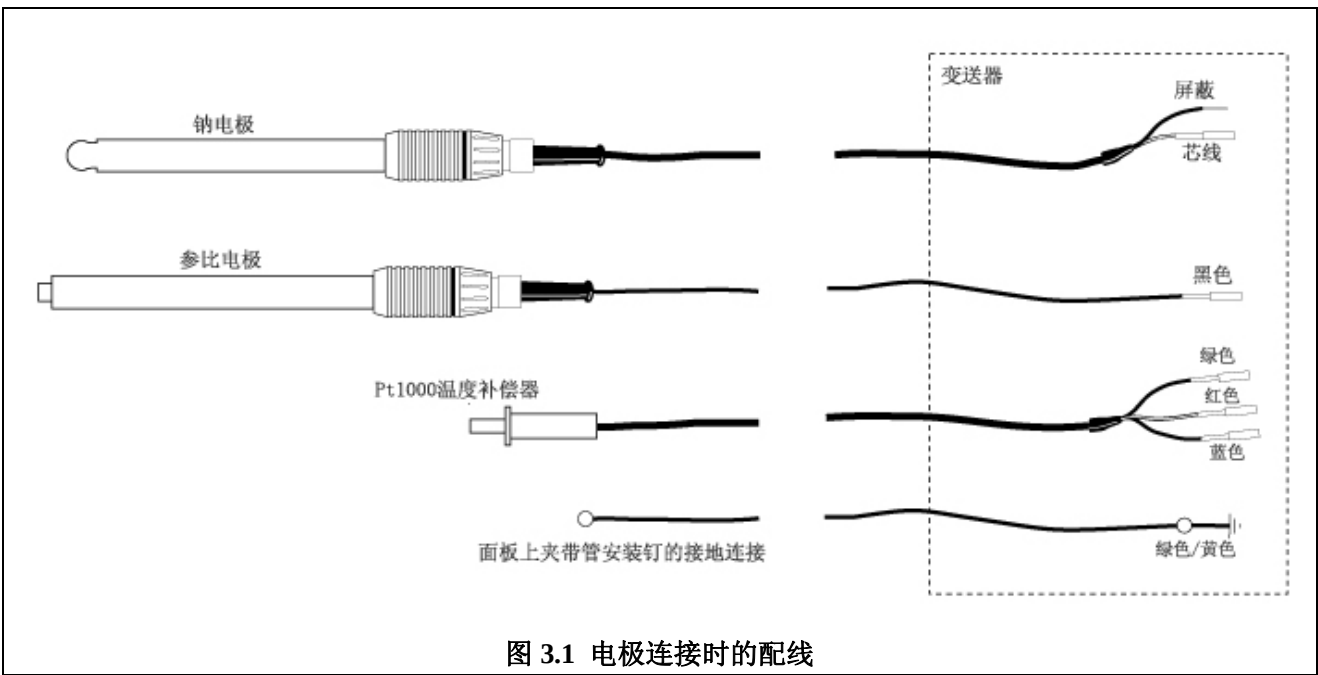

图 3.1 电极连接时的配线
3.1 电极及温度补偿器的连接-图3.1与3.2
连接电极电缆有标签的末端与变送器-见图 3.1 与图 3.6 或 3.7。